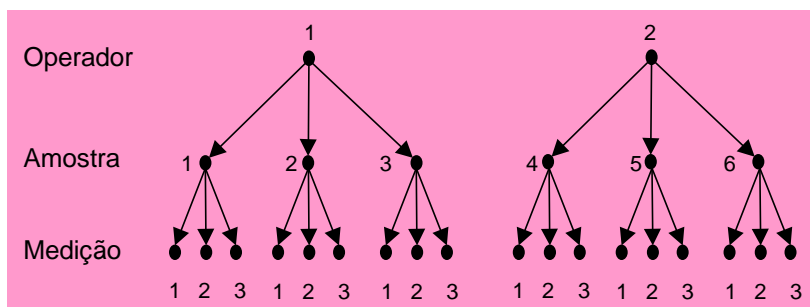
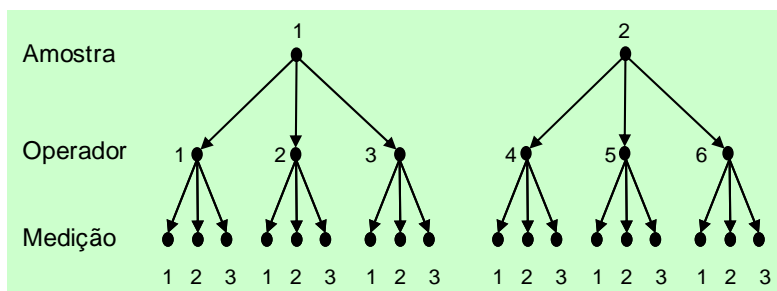

Figura 2 – Plano hierárquico com os fatores Operador e Amostra
Figura 3 – Plano hierárquico com os fatores Amostra e Operador
- Plano hierárquico: quando os níveis do fator inferior são diferentes para cada nível do fator superior (Figura 2 e Figura 3). O plano hierárquico recomenda-se usualmente quando as análises são feitas sobre amostras destrutivas, ou seja, quando as mesmas amostras não podem ser analisadas pelos mesmos analistas. Mesmo nesta situação sugerimos que sejam usadas amostras próximas e sejam consideradas idênticas (exemplo, amostras próximas de papel em rolos com quilômetros de comprimento). Nesta situação essa variação de curtíssimo prazo passa a fazer parte da variação do sistema de medição e se pode usar o plano cruzado. Uma outra situação é quando mesmo podendo se fazer várias análises da mesma amostra, os operadores não estão presentes no momento da coleta das amostras e as amostras têm curto tempo de vida. Somente nesta situação recomendamos o uso do plano hierárquico. Veja que neste caso a hierarquia será como na Figura 3, ou seja, as mesmas amostras são analisadas por vários operadores. A plataforma sobre estudos da precisão do Minitab (Gage R&R Study) utiliza o plano hierárquico da Figura 2, o qual pode gerar erros graves na interpretação. A disposição de fatores em um planejamento hierárquico é feita de modo que fatores que englobem outros fiquem em uma posição superior.